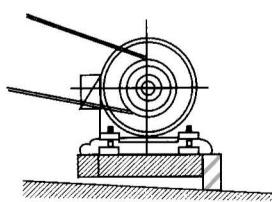

图10
(1) 使用防震材料最好和风机与马达同在一个机架上。如果风机与马达分装，运转时由于皮带的牵动，会引起防震材料变形或移位。
(2) 为使防震材料受力平均，混凝土基础的顶面亦可稍予倾斜，而机座仍保持水平位置，如此可避免因皮带牵动而引起变动(图10)，